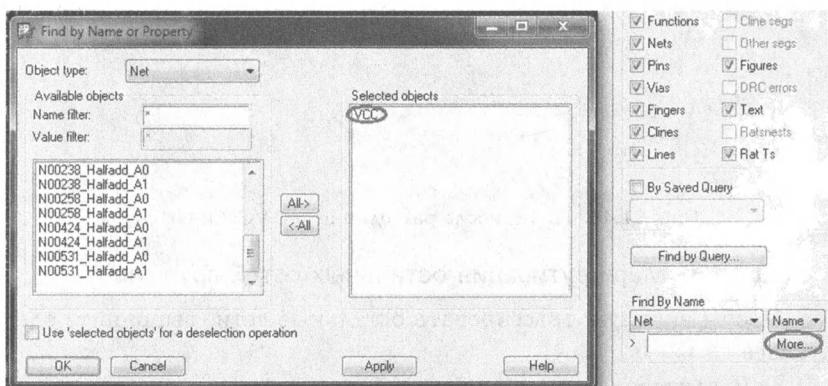

Рис. 21.45. Выделение цепей VCC
4. Выберите VCC. Элемент цепи VCC отображается в сетке Selected objects (рис. 21.45).